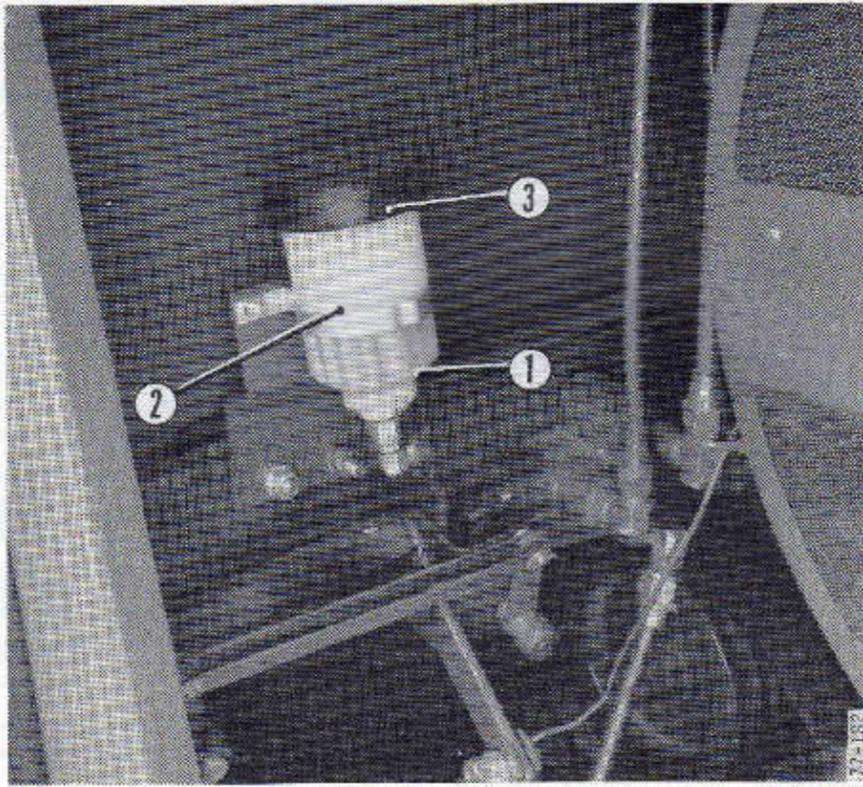

Fig. 126
### Réservoir de liquide de frein (fig. 126)
Vérifier périodiquement le niveau de liquide dans le réservoir hydraulique 1 (fig. 126).
Remplir le réservoir de liquide si nécessaire. Utiliser du liquide de frein Castrol Girling Crimson après avoir enlevé le couvercle 3 (fig. 126).
**Important.** — Le couvercle 3 (fig. 126) doit être replacé soigneusement sur le réservoir.